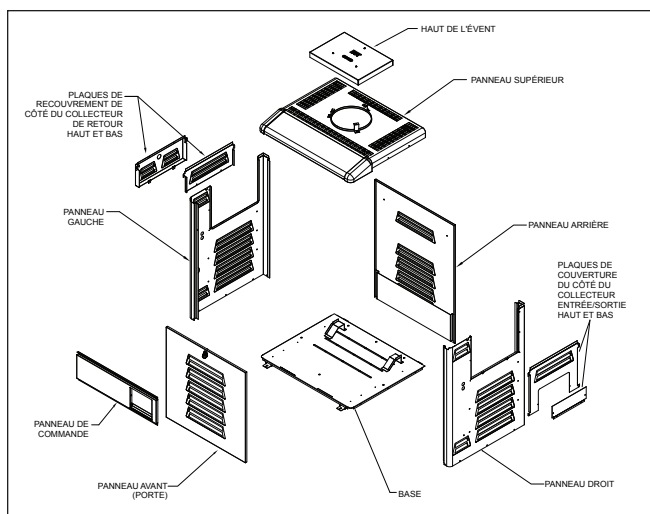

Figure 10. Identification du panneau Legacy modèle LRZ
3. Retirer les couvercles du collecteur d'entrée et de sortie, au-dessus et en dessous. Voir la figure 10.
4. Retirer les couvercles du collecteur de retour, au-dessus et en dessous. Voir la figure 10.